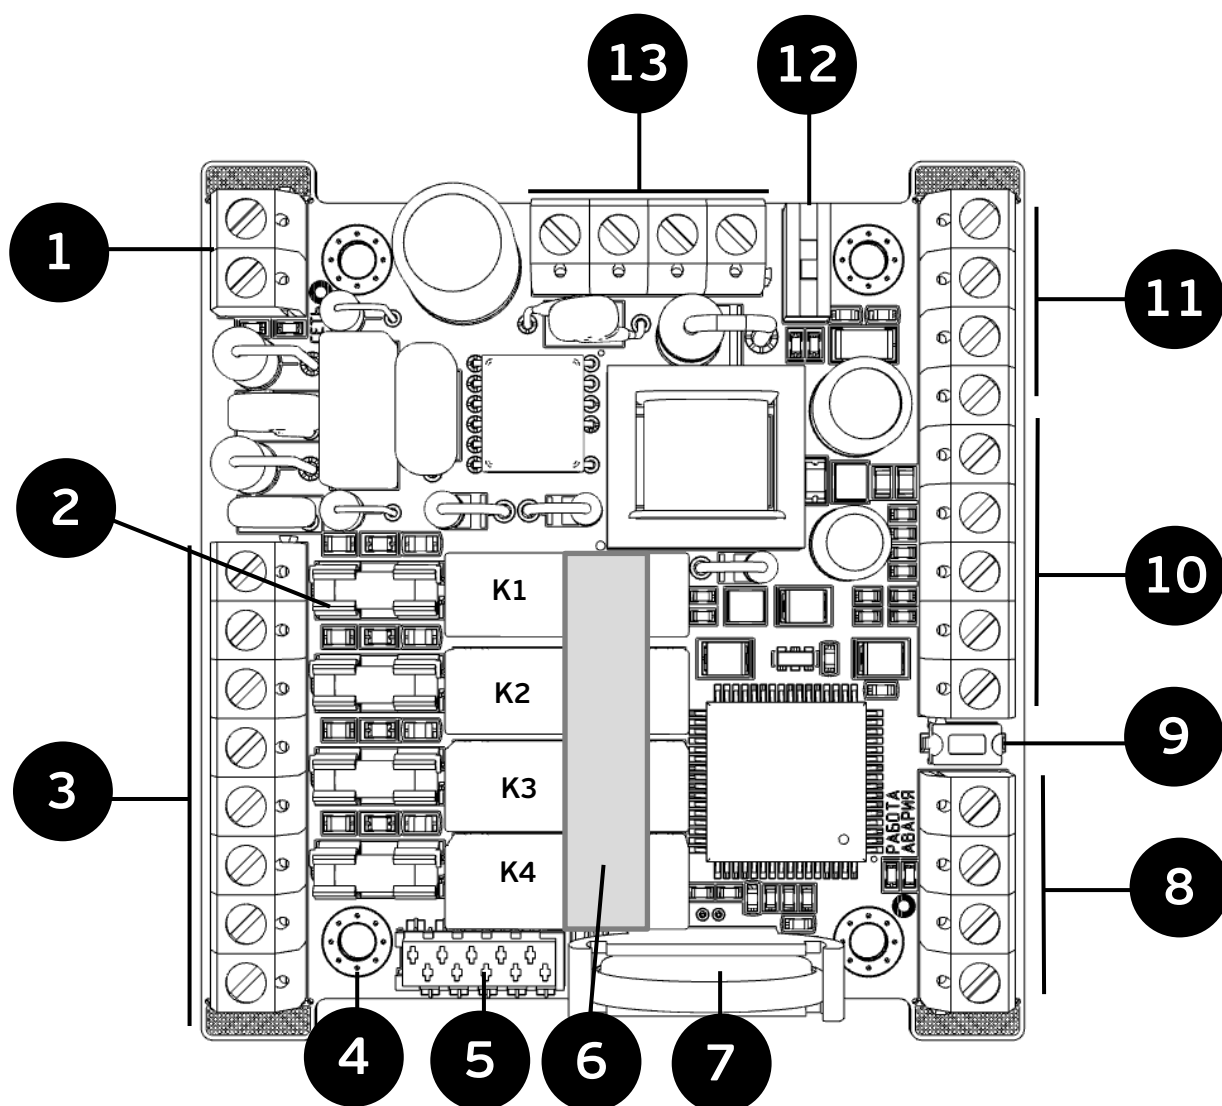

Рис. 1.1. Основные элементы контроллера
12.1 Монтаж платы контроллера осуществляется на расстоянии не менее 10 мм от поверхности с нижней стороны платы и не менее 40 - с верхней стороны платы. Монтаж осуществляется при помощи диэлектрических стоек через крепежные отверстия (см. рис. 1.1).